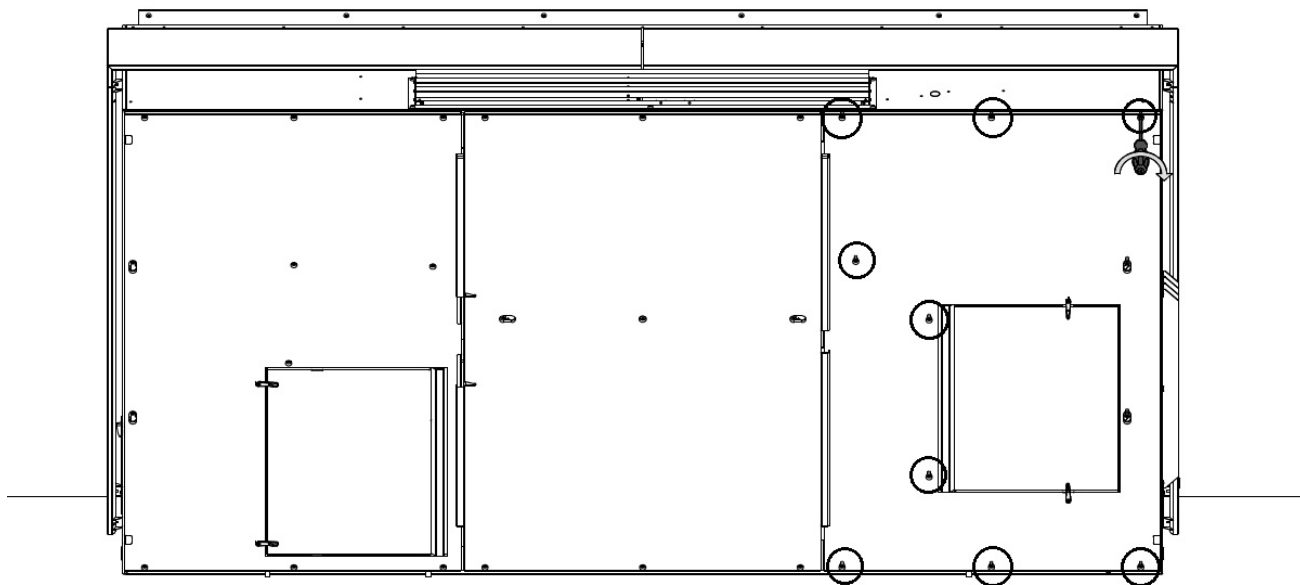
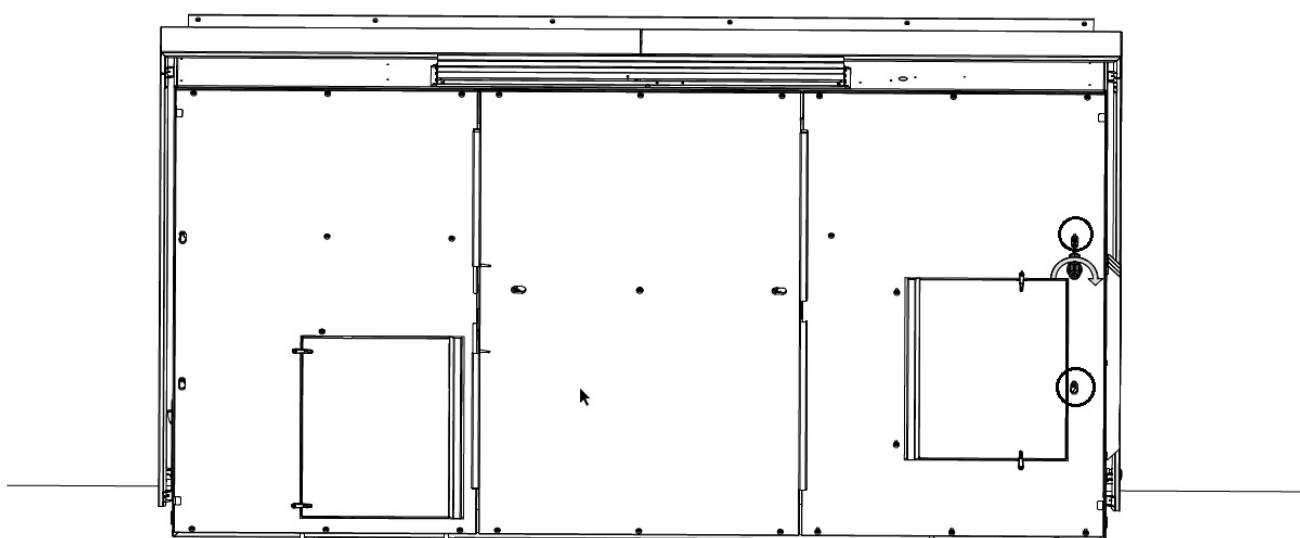

Figur 47: Nøkkelhull på den høyre stålplaten
Figur 48: Skyve stålplaten mot vegg
12. Som tidligere løfter du platen og skyver den mot vegg for å låse den, se Figur 47 og Figur 48.